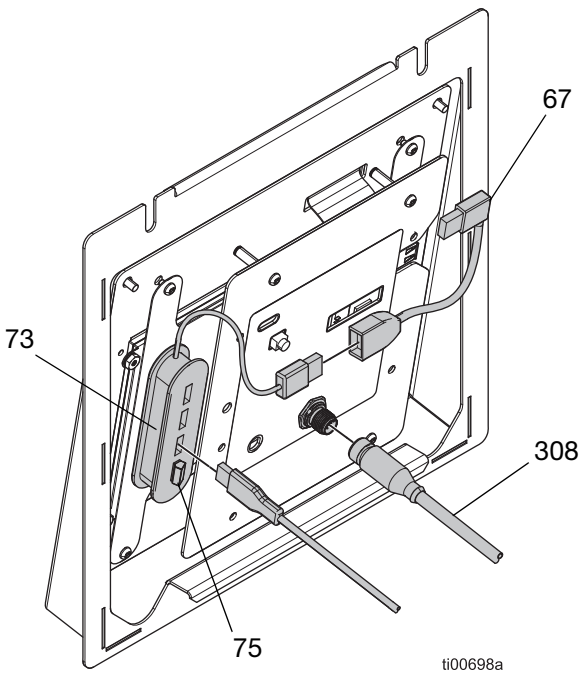

FIG. 118: Ligações ADM de 4 canais
- Desligue o interruptor de alimentação principal (204) e desligue a alimentação do sistema.
- Fixe o concentrador USB de 4 portas (73) na parte posterior do ADM, no local indicado em FIG. 118, utilizando a fita de dupla face incluída.
- Ligue o conector USB de ângulo reto (67) ao cabo do concentrador USB (73).
- Ligue a unidade flash de atualização de 4 canais (75) ao concentrador USB (73).
- Ligue o cabo USB do suporte ao concentrador USB (73).
- Volte a ligar a alimentação do sistema e ligue o interruptor de alimentação principal (204).